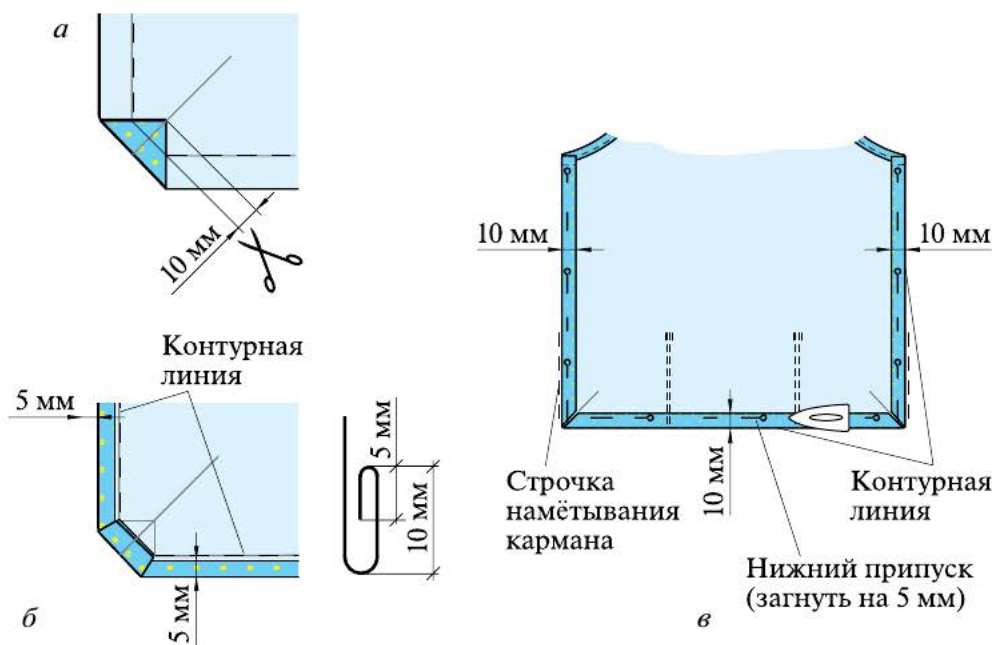

Рис. 6.54. Обработка нижнего и боковых срезов нижней части фартука
1. **Заутюжьте** углы фартука на изнаночную сторону (рис. 6.54, а). Конец каждого угла подрежьте на 10 мм для
2. На нижней части фартука загните нижний припуск и боковые припуски на изнаночную сторону на 5 мм, **заутюжьте** (рис. 6.54, б). Загните нижний и боковые припуски второй раз на 10 мм (т. е. точно по контурной линии), заутюжьте, а затем заколотите булавками. В углах припуски должны быть уложены, как на рисунке 6.54, в. Углы в нижней части фартука уложите так, чтобы припуски (нижний и боковой) не находили друг на друга. Удалите строчку намётывания кармана.